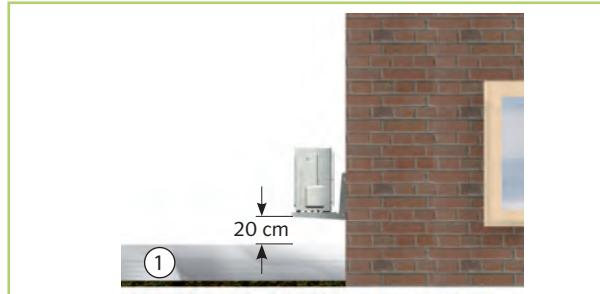

Abb. 66: Schutz vor Schnee
- Wird das Außenmodul in einer Gegend mit starkem Wind aufgestellt, muss das Gerät vor dem Wind geschützt werden und es wird ein zusätzliches Stabilisieren empfohlen. Das kann z.B. mit Drahtseilen oder anderen Konstruktionen realisiert werden (Abb. 65). Bei der Montage sind Schneegrenzen zu beachten (Abb. 66).
- Beachten Sie bei der Aufstellung die zu erwartende Schneehöhe und eine Erhöhung um ca. 20 cm, damit ganzjährig ein freies Ansaugen und Ausblasen der Außenluft gewährleistet werden kann (Abb. 66).